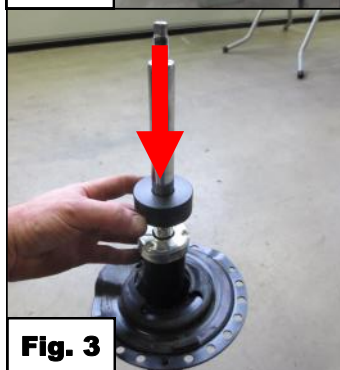

Fig. 3
5. Stick the bump stop raiser **S** (supplied) directly above the suction tube of the front shock absorber. *See figure 3 & 4.*
5. Den mitgelieferten Kunststoffteller **S** oben auf dem Stoßdämpferrohr des vorderen Stoßdämpfers kleben. *Siehe Abb. 3 & 4.*
5. Placez la coupelle jointe en plastique **S** directement au-dessus de la tige de l'amortisseur avant. *Voir fig. 3 & 4.*
5. Make the top of the shock absorber free of greasiness. See *figure 3*.
5. Machen Sie dem Stoßdämpfers an die obere Seite fettfrei. Siehe *Abb. 3*.
5. Dégraissez la partie supérieure du tuyau d'aspiration de l'amortisseur. *Voir fig. 3.*